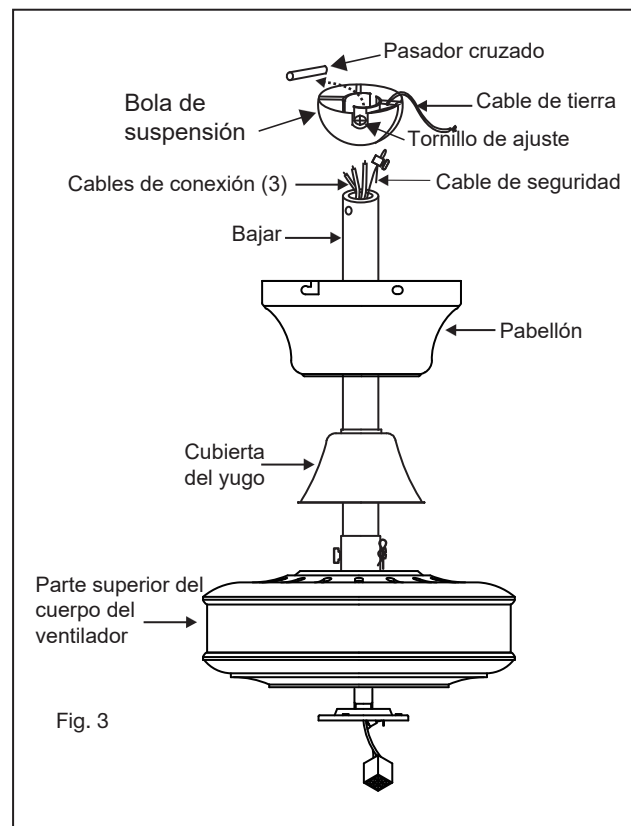

Fig. 3
- 7 Inserte 2 tornillos en el soporte de suspensión, dejándolos parcialmente afuera (Fig. 3).
- 1 Deslice la cubierta del yugo y el dosel sobre la varilla. (Fig. 3)